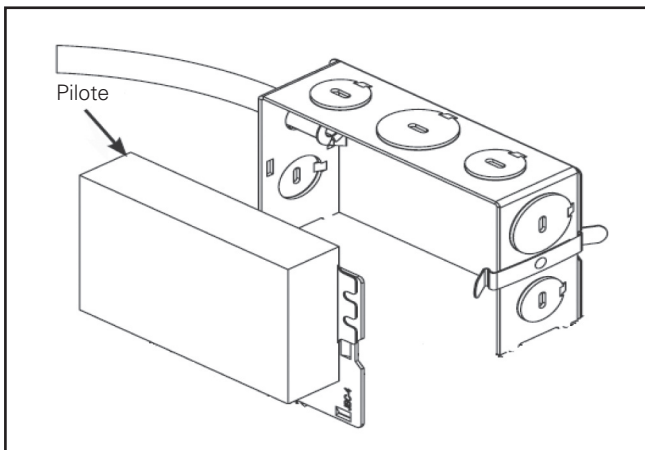

Figure 10
2. Retirez l'assemblage du pilote et du couvercle de la boîte de jonction. (Figure 10).